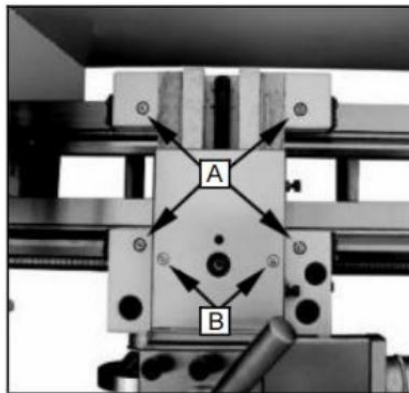

Fig. 36
2. Lossa den räfflade skruven (B, Fig. 36) och öppna glidning fingrar. (c, Fig. 31) tills det fasta stödet kan flyttas med fingret runt arbetsstycke . säkra de stadig vila i position .
Smörj Fyra olja Portar (A, Fig. 36) med 20w maskin oil en gång dagligen.
Smörj två oljor Hamnar (B , Fig. 36) med 20w maskin oil en gång dagligen.